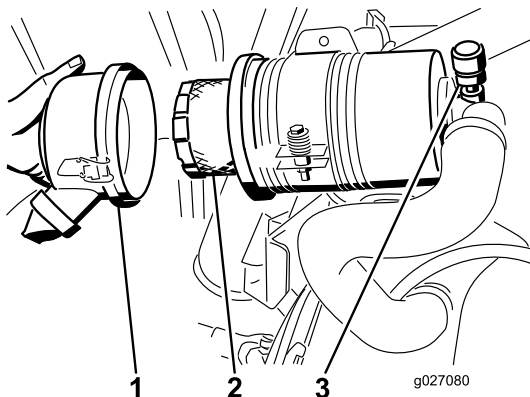

Figura 56
4. Retire y cambie el filtro (Figura 56).